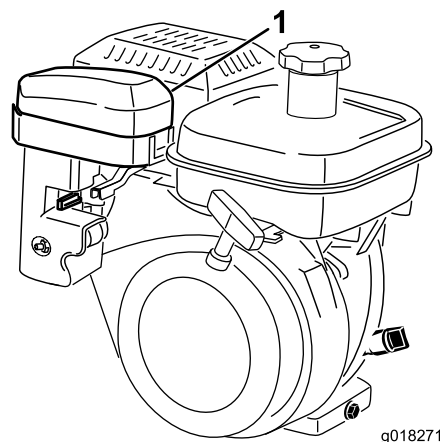
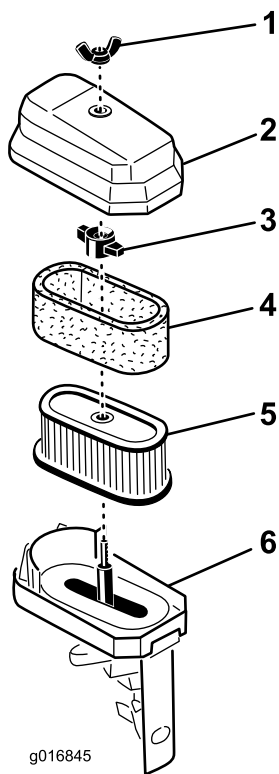

Figura 32
Figura 33
3. Limpie la tapa a fondo (Figura 32 y Figura 33).
4. Si el elemento de gomaespuma está sucio, sepárelo del elemento de papel (Figura 33). Límpialo a fondo.